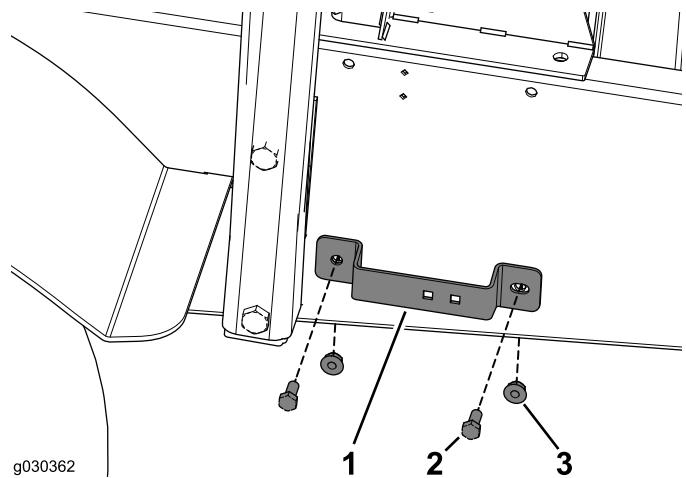

Figure 39
- Fixez le support de flexible sur le cadre de la machine au moyen de 2 boulons (5/16 x 3/4 po) et 2 écrous à embase (Figure 39).